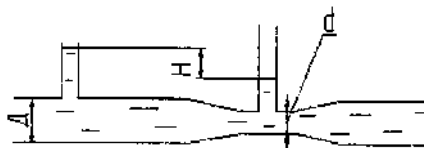

Рисунок 8
- якщо діаметр вставки  $d$ , а різниця п'єзометричних висот  $H$ . (Рис. 8).